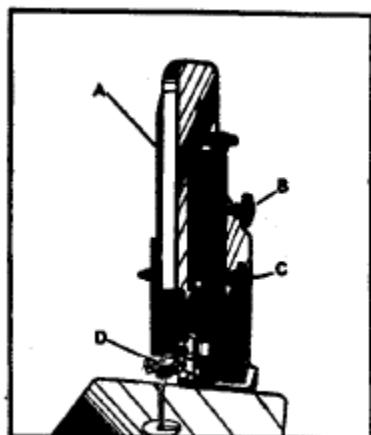

Рис. 20
После натяжения полотна следует рукой медленно вращать маховики вперед и следить за полотном (A), *Рис. 20*, при этом полотно должно проходить по центру верхнего бандажа. Если полотно начинает сползать к передней кромке, повернуть рукоятку влево, при этом верх маховика наклонится к задней части станка и потянет полотно к центру бандажа. Если полотно сползает к задней кромке, повернуть рукоятку вправо. Вращать рукоятку (B) за один раз следует только на долю оборота. Не допускается регулировать положение полотна на работающем станке.
Узел верхней направляющей (D) полотна, *Рис. 20*, всегда должен находиться как можно ближе к верхней поверхности распиливаемого материала. Регулировка производится ослаблением фиксирующей рукоятки (C) и перемещением узла направляющей (D) в требуемое положение.